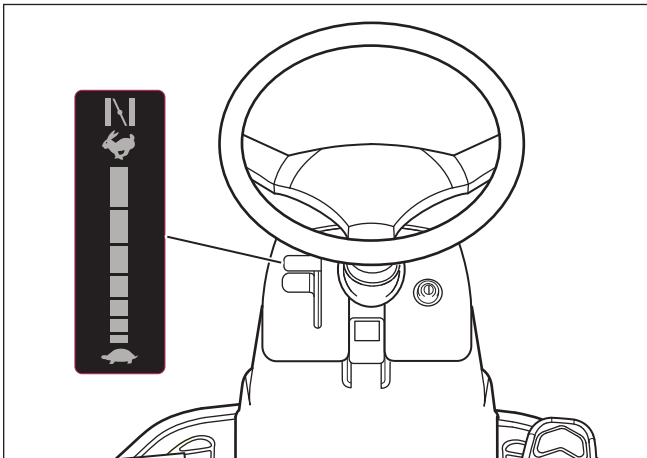

Figure 7
1. Déplacer la commande de manette des gaz/starter complètement vers l'avant en position STARTER pour démarrer un moteur froid (voir la **Figure 7**).
3. Déplacer la commande de manette des gaz en position RAPIDE (voir la Figure 7).
5. Déplacer la commande de manette des gaz en position LENT (voir la **Figure 7**).
3. Déplacer la commande de manette des gaz entre LENT et RAPIDE (voir la **Figure 7**).